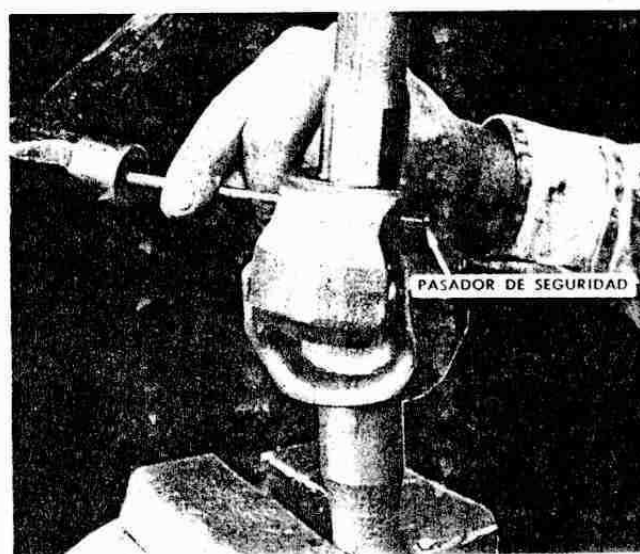

Fig. 272. — Extrayendo el pasador de seguridad para desarmar un semieje delantero "BENDIX".
En el lado opuesto al estriado, ambos extremos presentan la forma de una copa, la que pasee cuatro recesos de diseño especial, donde actúan las bolas que componen la junta universal y en su centro, otro receso para la bola central (Fig. 272). Esta en su superficie, tiene un chanfle y en el centro del mismo, un orificio para el perno que la mantiene fija.
- 2) Colocar el semieje en uno morsa, fijándolo firmemente con los mordazas por debajo de la parte rectificada del extremo exterior del semieje. Con un trozo de varilla de aproximadamente 4,5 mm de diámetro máximo y un martillo, sacar el pasador de seguridad ubicado en la concavidad del extrema exterior (Fig. 272).